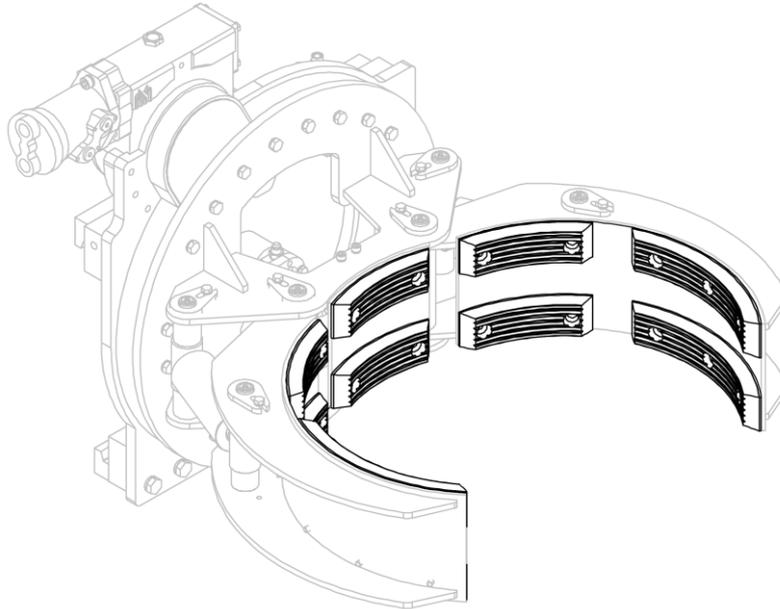
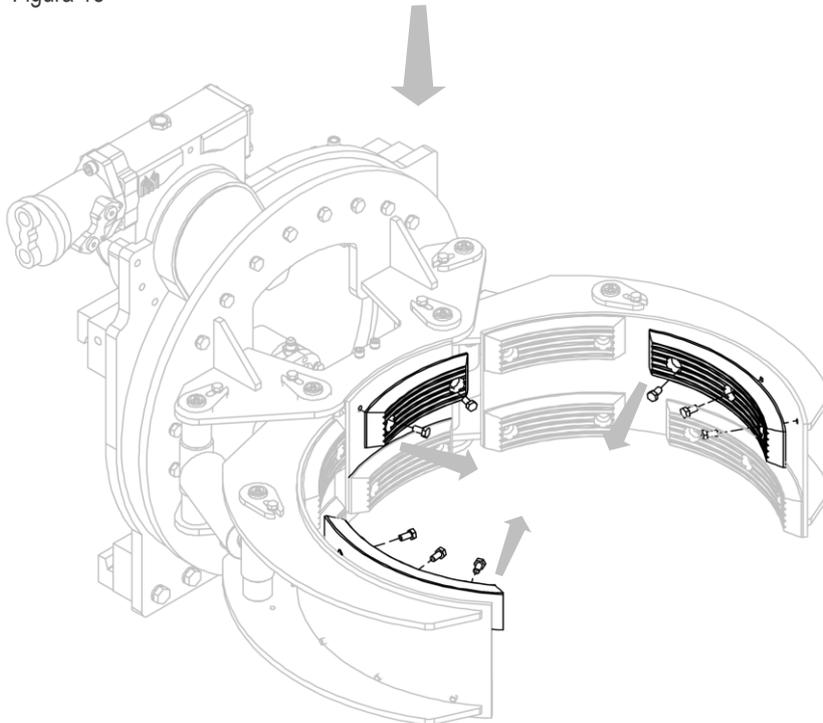

Figura 18
Figura 19
2. Rimuovere le piastre gommate dopo aver rimosso le relative viti (vedi *Figura 18* e *Figura 19*).